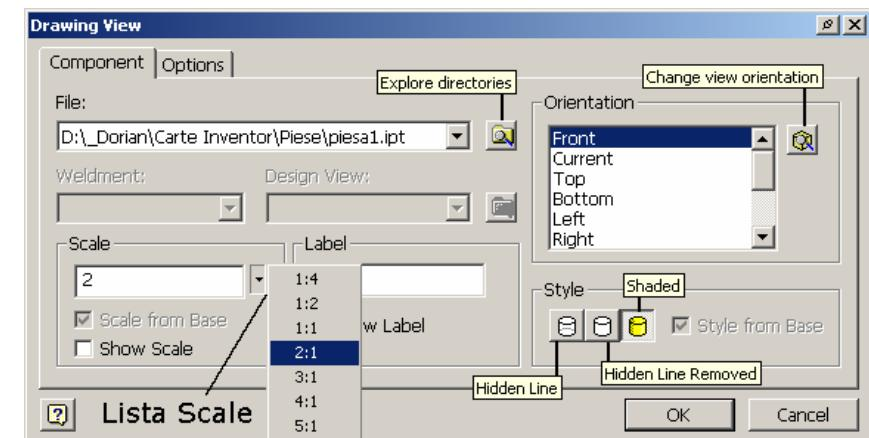

Figura 5.2.1.
- apare fereastra **Drawings Views**, figura 5.2.1;
dreapta mouse pe vedere sau proiecția subiect a modificării. În consecință va apărea fereastra **Drawings Views**, figura 5.2.1, în care se pot aplica modificări asupra: